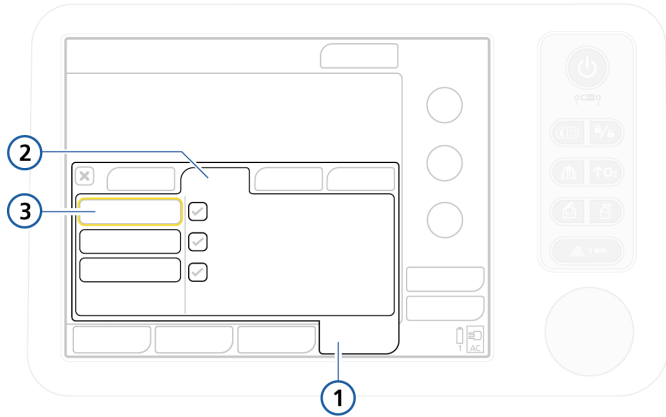

图 5-11. “测试与校正” 窗口，密闭性测试
2. 在 “系统” -> “测试与校正” 窗口中，选择 “**密闭性**”。请参阅图 5-11。